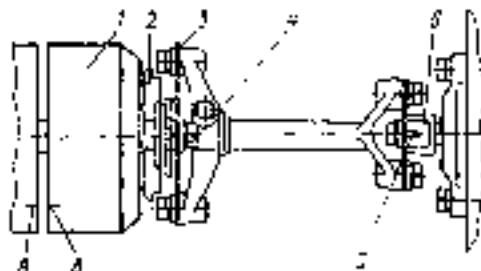

Bild 54. Einstellung der Kraftstoffpumpe nach den Marken:
9. Zur Kontrolle des Voreinspritzwinkels die Kurbelwelle in diejenige Stellung drehen, in der die Marke B (Bild 54) am Spritzversteller oben liegt und der Riegel unter Einwirkung der Feder in die Öffnung im Schwunggrad eingesetzt (den Riegelgriff vorläufig in die tiefe Nut überführen). Liegen hierbei die Strichmarken am Pumpengehäuse und am Spritzversteller gegenüberliegender, so ist der Voreinspritzwinkel richtig eingestellt.